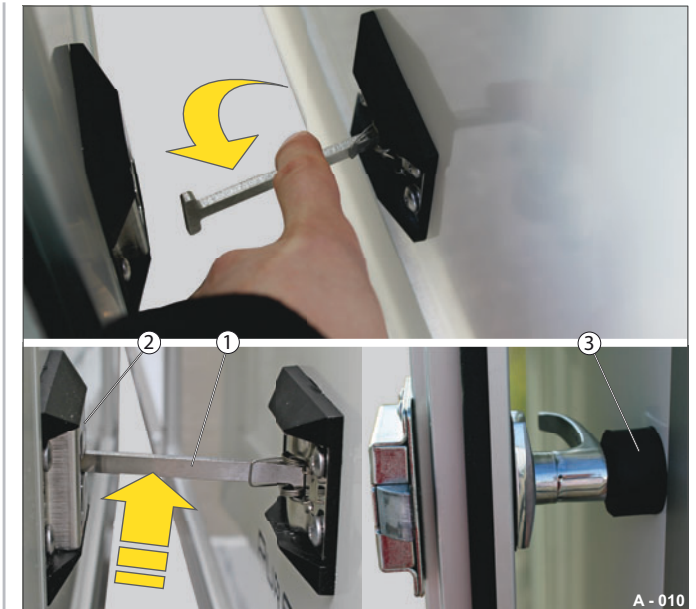

Abb. 3 Türflügel fixiert
- ▶ Führen Sie den Feststellhebel (Abb. 3/1) in die Feststellbuchse (Abb. 3/2) ein.
- ▶ Der Türgriff liegt am Gummianschlag (Abb. 3/3) an.